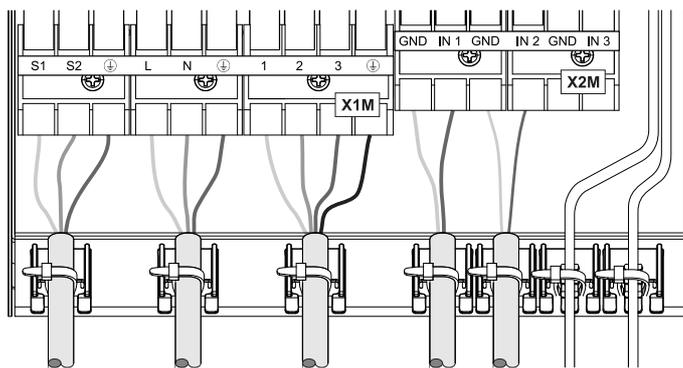

Fig. 4-8 Alívio da tensão com agrupador de cabos
- Para todos os cabos ligados à DAIKIN EKHP é necessário garantir um alívio de tensão eficaz na caixa da regulação através de agrupadores de cabos (ver fig. 4-8 a 4-10).